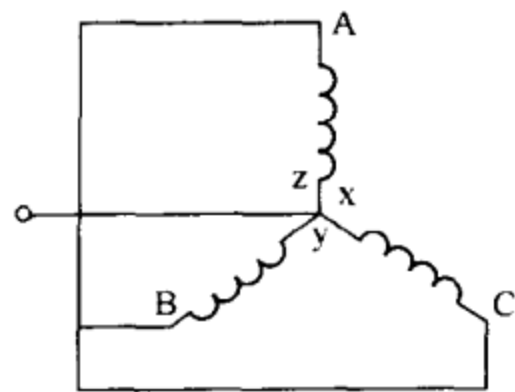

图 3-70 发电机定子线圈的引出线短路
(2) 短路电流干燥法：采用此法干燥时，将发电机定子线圈的引出线短路，接线如图 3-70 所示。然后使发电机在额定转速下运行，调节励磁电流，使三相短路电流升至额定电流的 50%~70%。维持 4~5h 后，再升至额定电流的 80%，使热空气的温度达到 65~70℃。连续干燥，直到干燥完毕。此法